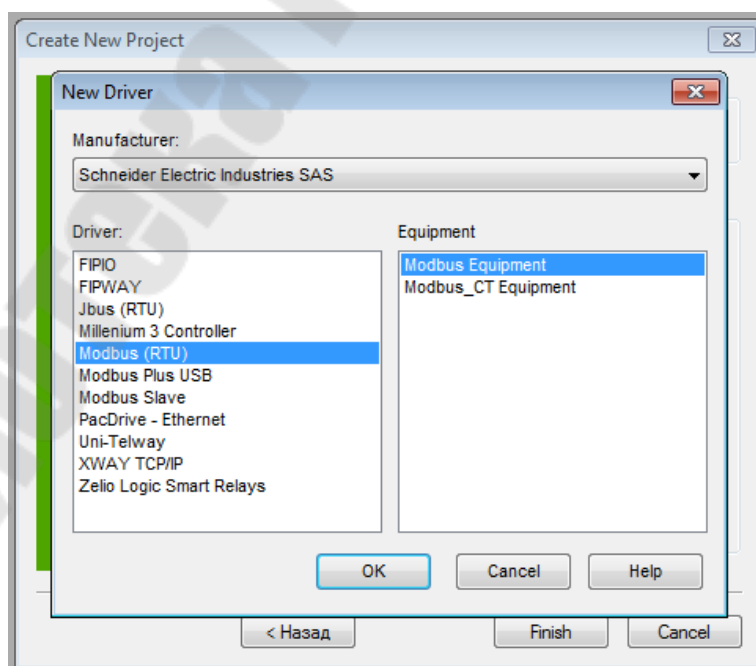

Рис. 8.6. Выбор драйвера Modbus (RTU)
9. Для связи с внешним оборудованием по протоколу RS-485 выбрать драйвер *Modbus (RTU)* и тип оборудования *Modbus Equipment* (рис. 8.6 и 8.7).